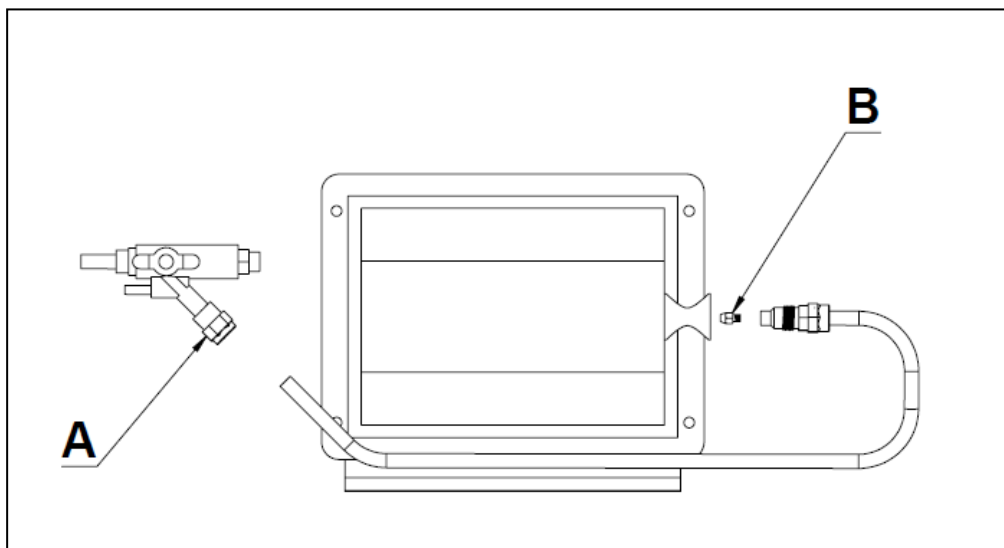

Imagen 1
3. Afloje el inyector que está conectado a la unión y cámbielo prestando atención a los datos de la tabla (Imagen 1)